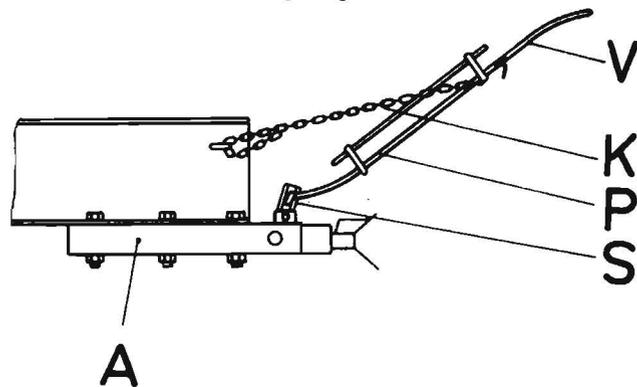

Bild 11
Die Verlängerungen (V) sind verschiebbar angeordnet und dem Anhänger anzupassen (Bild 11).